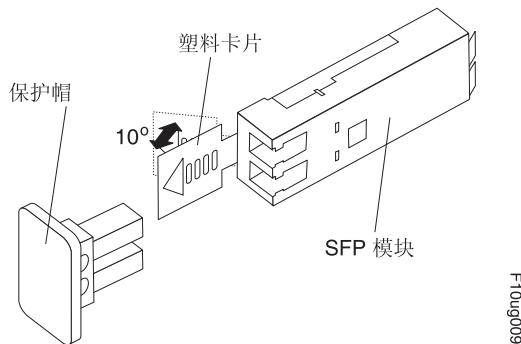

图 75. 松开塑料类 SFP 模块滑锁
- 对包含塑料卡片的 SFP 模块，如图 75 中所示，通过把塑料卡片向外拔出 10° 来松开 SFP 模块滑锁。